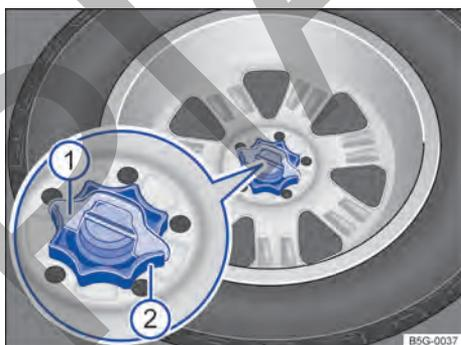

Fig. 193 En el maletero: rueda para fijar la rueda de repuesto.
- Extraiga hacia arriba la cuña del seguro antigiro → fig. 193 ①.
- Desenrosque completamente, en el sentido contrario al de las agujas del reloj, la rueda de repuesto central que sujeta la rueda de repuesto → fig. 193 ②.
- Encaje la caña del seguro antigiro → fig. 193 ① en la ranura del tornillo prisionero de modo que la ruedecilla ya no se pueda girar más.